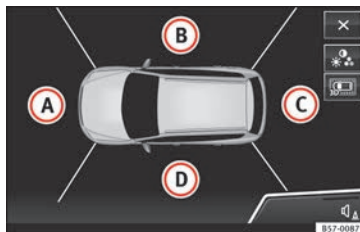

Abb. 214 Anzeige der Rundumsicht: Vogelperspektive.
Legende zu Abb. 214:
Die Kombination aller Kamerabilder ergibt die Vogelperspektive » » » Abb. 214. Die Vogelperspektive kann durch Drücken auf das Fahrzeug innerhalb des Bereiches gewählt werden.
Durch Drücken auf die verschiedenen Bereiche » » » Abb. 214 (A) bis (D) der Vogelperspektive oder der reduzierten Vogelperspektive kann die entsprechende Ansicht gewählt werden.
Manuelles Einschalten der Ansicht:	Am Bildschirm des Infotainment-Systems wird die Vogelperspektive dargestellt » Abb. 214 . Wenn die Taste  bei einer Fahrgeschwindigkeit über 15 km/h (9 mph) gedrückt wird, wird kein Bild angezeigt.